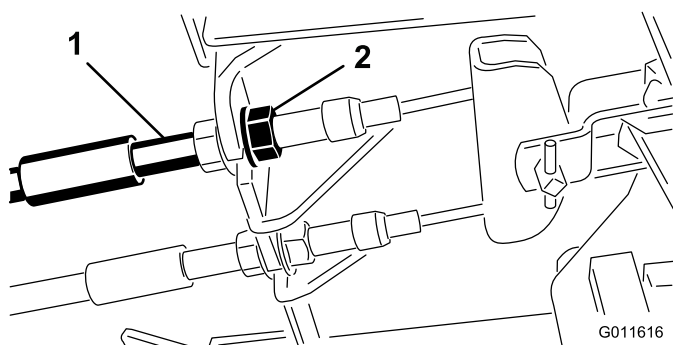

Figura 35
1. Para reduzir a folga dos pedais dos travões, aperte os travões desapertando a porca dianteira que se encontra na extremidade rosca do cabo dos travões (Figura 35).